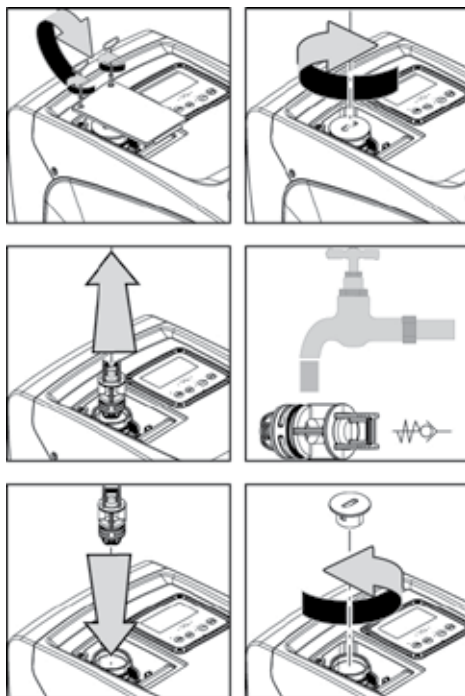

Abbildung 21
1. die Zugangsklappe zum Fach für die außerordentliche Wartung ausbauen (Abb.1 Seite F), indem die 2 Verschlusschrauben mit dem Zusatzwerkzeug gelöst werden. Es empfiehlt sich die Schrauben nicht ganz zu entfernen, damit sie verwendet werden können, um die Klappe abziehen. Darauf achten, dass die Schrauben nach dem Ausbauen der Klappe nicht in das Innere des Systems fallen (Abb.21);
2. mithilfe eines Schraubendrehers den 1"1/4 Deckel ausbauen, um auf das Rückschlagventil zuzugreifen (Abb.21);
3. mithilfe einer Zange die Kartusche des Rückschlagventils ohne zu drehen abziehen, indem an der vorbereiteten Brücke angesetzt wird (Abb.21): Dieser Vorgang könnte eine gewisse Kraft erfordern;
5. die komplette Kartusche erneut in ihren Sitz einsetzen: Der Vorgang verlangt die notwendige Kraft für das Zusammendrücken der beiden O-Ring-Dichtungen (Abb.21);
6. den 1"1/4 Deckel bis zum Anschlag einschrauben: falls die Kartusche nicht korrekt in ihren Sitz eingedrückt wurde, erfolgt dies spätesten beim Einschrauben des Deckels (Abb.21);
7. die Klappe wieder anbringen und die 2 Schrauben festziehen (Abb.21).